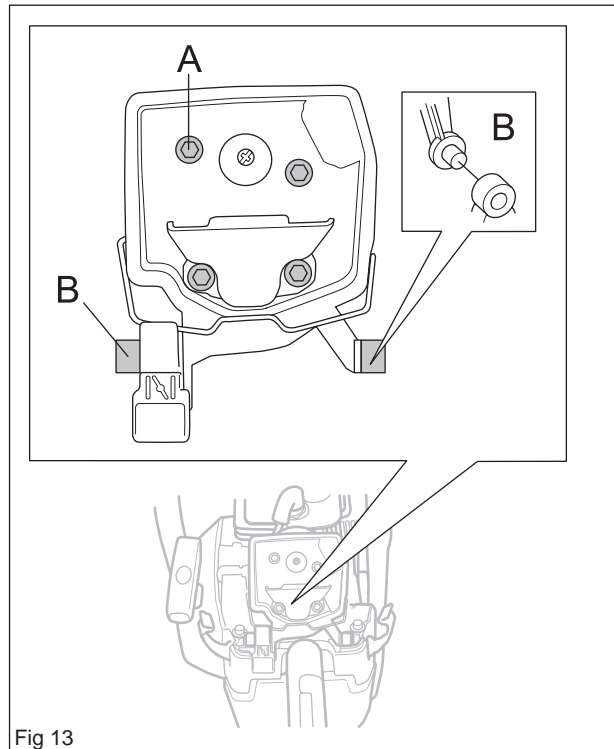

Fig 13
Desserrer les vis (A). (voir la figure 13)
Retirer le support du filtre des suspensions en caoutchouc (B) (voir la figure 13).